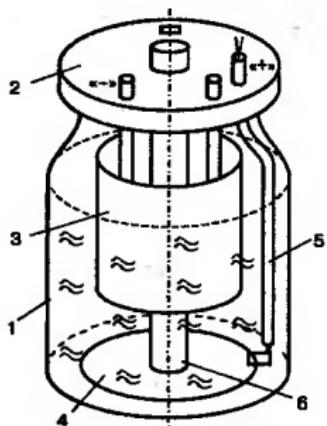

Рис. 1.3. Устройство самодельного медно-цинкового элемента:
- Более сложные самодельные конструкции гальванических элементов позволяют питать радиоэлектронную аппаратуру с током потребления в несколько единиц ампер. Одной из широкораспространенных конструкций является медно-цинковый элемент с раствором медного купороса (рис. 1.3). Для изготовления такого элемента необходимы: